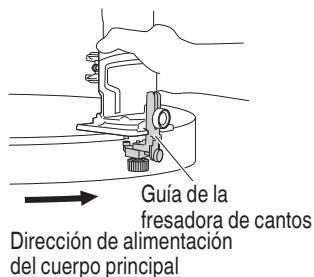

Fig. 19
- (4) Fije la parte inferior del conjunto base a la superficie procesada de los materiales, tal y como aparece en la Fig. 19. Alimente la recortadora con el pasador de la guía situado junto al material.